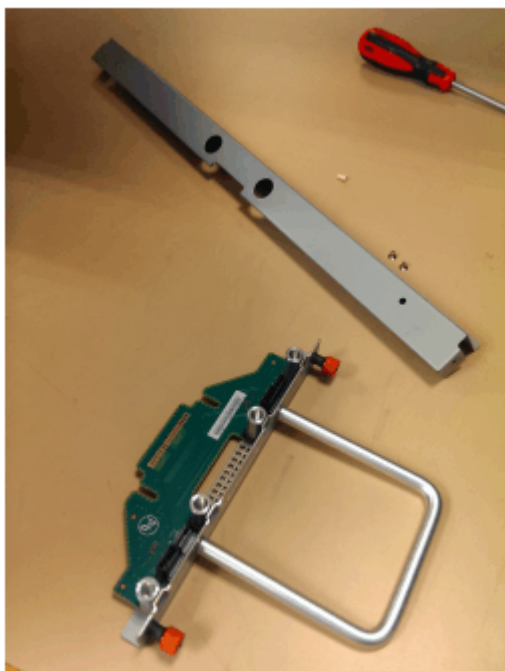

Рисунок 103. Компоненты платы интерфейса вентиляции для шасси
1. Соберите новую плату интерфейса вентиляции, крышку и винты крышки (см. Рисунок 103 на стр. 87) в безопасном месте.